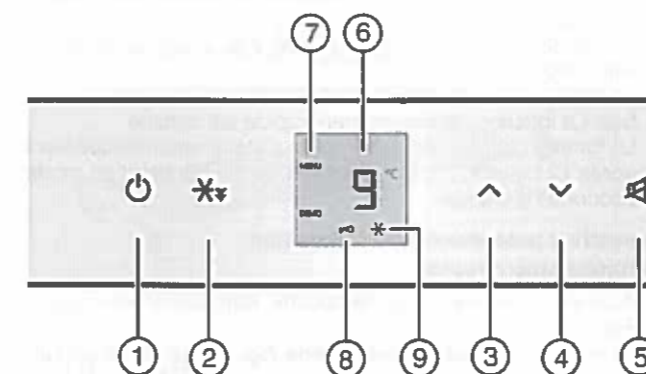

Fig. 2
- ▶ Appuyer sur la touche On/Off Fig. 2 (1).
- ▶ Activer le mode de réglage : Appuyer sur la touche de refroidissement rapide Fig. 2 (2) pendant 5 s environ.
- ▶ Pour activer la sécurité enfants, appuyer brièvement sur la touche de refroidissement rapide Fig. 2 (2).
- ▷ Le symbole Sécurité enfants Fig. 2 (8) est allumé. L'affichage c clignote.
- ▶ Pour désactiver la sécurité enfants, appuyer brièvement sur la touche de refroidissement rapide Fig. 2 (2).
- ▷ Le symbole Sécurité enfants Fig. 2 (8) s'éteint. L'affichage c clignote.
- ▶ Désactiver le mode de réglage : appuyer sur la touche On/Off Fig. 2 (1).
- ▶ Appuyer sur la touche Alarme Fig. 2 (5).
- ▶ Augmenter la température : appuyer sur la touche de réglage Up Fig. 2 (3).
- ▶ Diminuer la température : appuyer sur la touche de réglage Down Fig. 2 (4).
- ▶ Appuyer brièvement sur la touche refroidissement rapide Fig. 2 (2).
- ▶ Le symbole refroidissement rapide Fig. 2 (9) s'allume sur l'affichage.
- ▶ Le symbole refroidissement rapide Fig. 2 (9) s'éteint sur l'affichage.